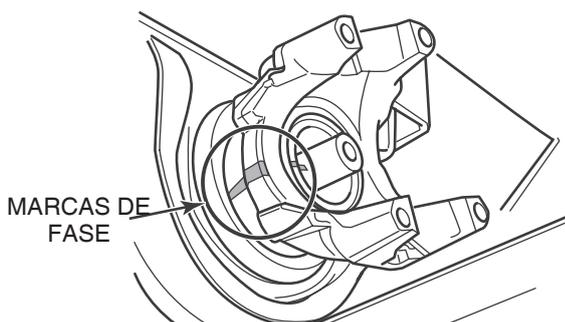

Figura 9.6
2. Marque o chanfro do garfo terminal com o “nariz” do eixo de acoplamento. Isto vai ajudá-lo a remontar o garfo do rolamento de centro em sua posição original faseada. Figura 9.6.
5. Use um martelo de borracha para bater no garfo sobre as estrias do eixo de acoplamento. As marcas de referência da linha de transmissão devem estar alinhadas. Figura 9.6. Continue a bater no garfo até que ele esteja completamente assentado contra o rolamento de centro. Não use a porca para assentar o garfo.